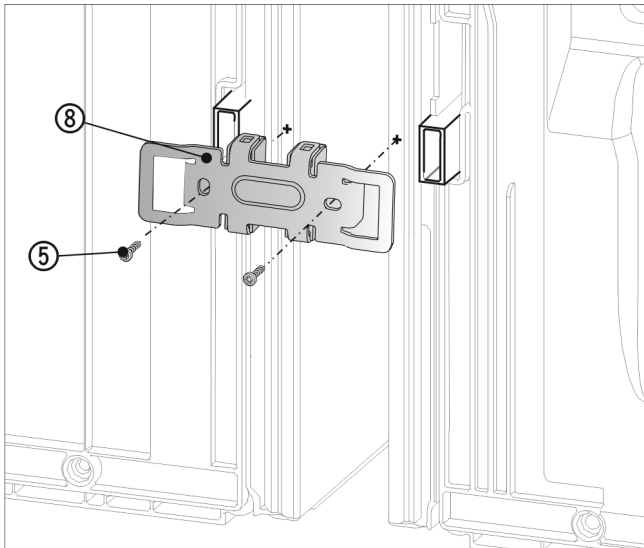

Fig. 24
- ▶ Pousser l'équerre Fig. 24 (8) avec les cavités sur le logement des supports d'espacement muraux.
- ▶ Visser fermement avec 2 vis Fig. 24 (5).